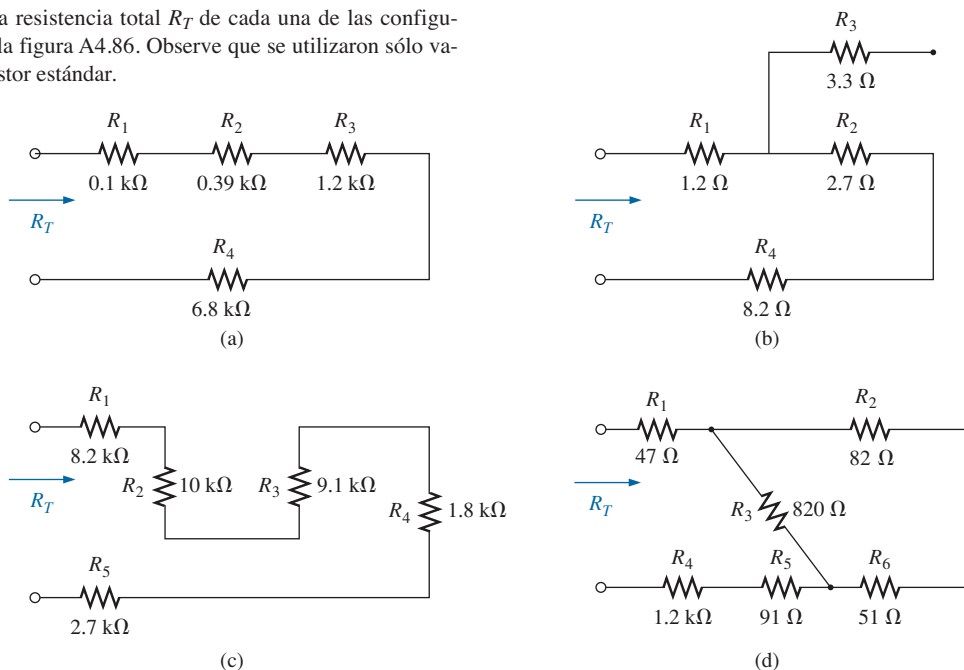

FIG. A4.86
- Determine la resistencia total R_T de cada una de las configuraciones de la figura A4.86. Observe que se utilizaron sólo valores de resistor estándar.